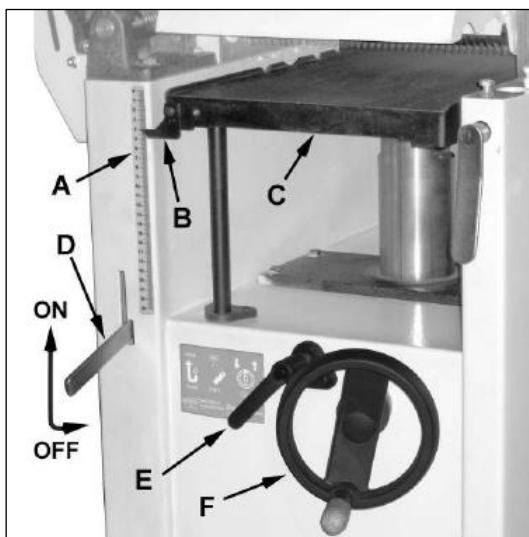
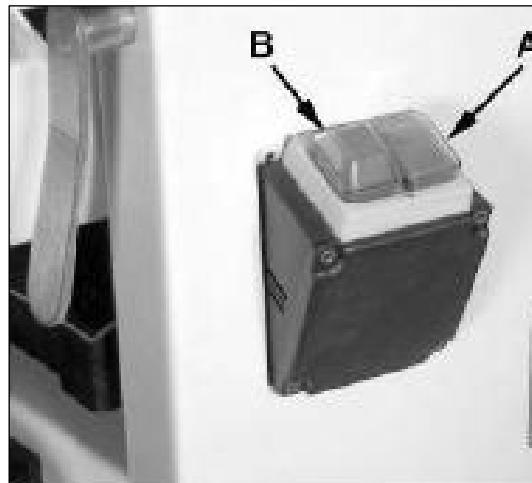
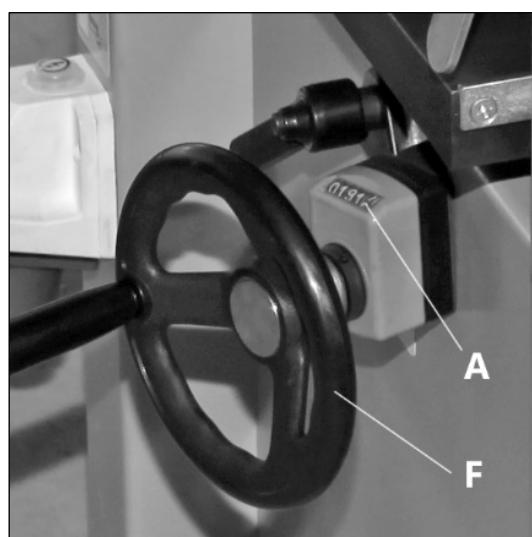

Рисунок 4.
Рисунок 5.
Рисунок 6.
Для включения автоматической подачи установите ручку подачи рейсмусового станка D (рис. 4) в верхнее положение включает подачу станка. Опустив ручку в нижнее положение, вы отключите подачу.
Станок включается при помощи зеленой кнопки А (рис. 5) выключателя, выключается при помощи красной кнопки В. Включении и выключении автоматической подачи заготовки при рейсмусовании осуществляется рычагом D (рис. 4).
- Разблокируйте фиксатор Е стола С (рис. 4).
Примечание: каждый оборот маховика F приводит к перемещению стола С на 4 мм вверх или вниз. Индикатор А на основании маховика показывает расстояние от стола до вала (рис. 6). Указатель В (рис. 4) показывает положение рейсмусового стола относительно ножевого вала по шкале А, расположенной сбоку на основании станка.